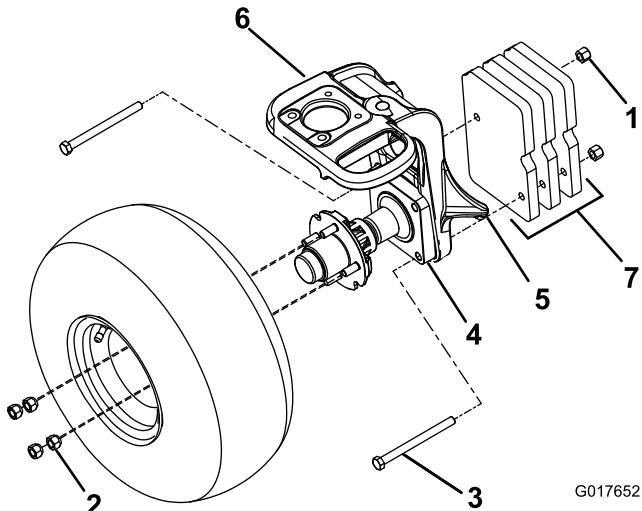

Bild 1
3. Heben Sie die Maschine mit einem Wagenheber an den Hebestellen an (Bild 1).
1. Sicherungsmutter (2)	4. Spindel	7. Ballastplatten (3)
2. Radmutter (4)	5. Hebestellen
3. Sechskantschraube (2)	6. Laufradgabel
6. Entfernen Sie die zwei Befestigungsschrauben, mit denen die Spindel an der Laufradgabel befestigt ist (Bild 1).
7. Befestigen Sie drei Ballastplatten mit zwei Sechskantschrauben (1/2" x 5-1/2") und zwei Sicherungsmuttern aus dem Kit an der rechten Seite der Laufradgabel (Bild 1).
4. Entfernen Sie die vier Radnabenmuttern in Paaren von den diagonal gegenüberliegenden Reifen (Bild 1).